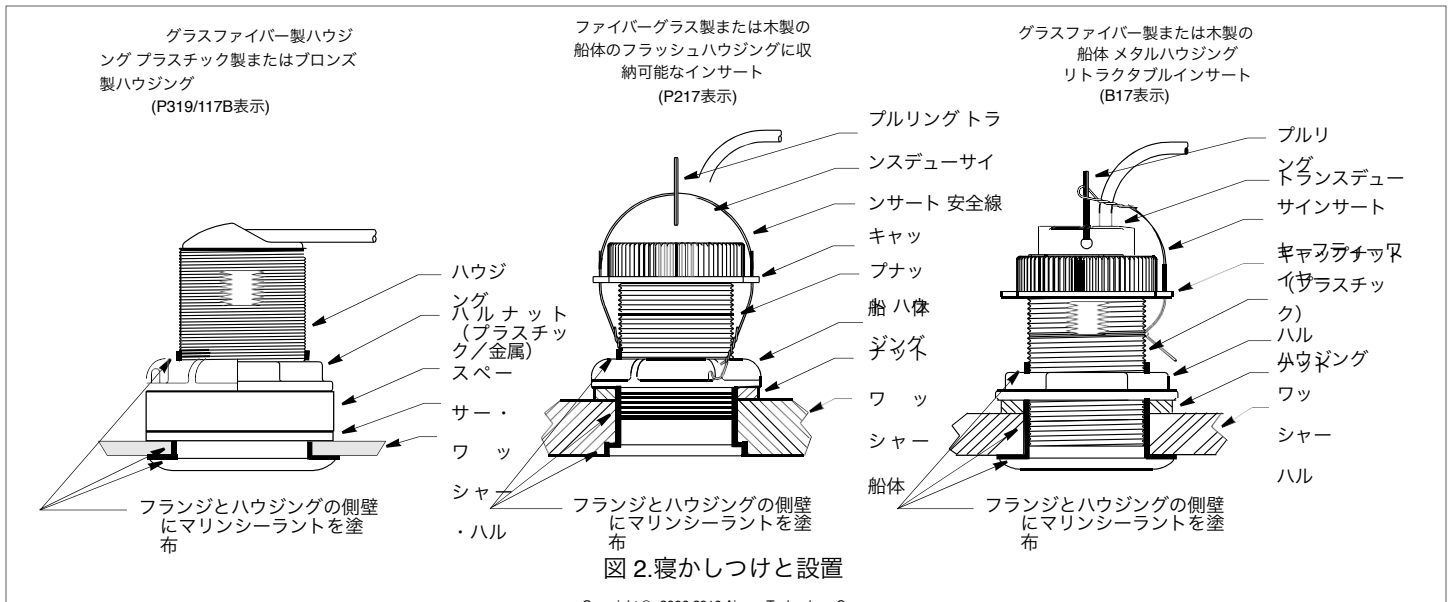

図 2.寝かしつけと設置
フランジの周囲とハウジングの側壁に、2mm（1/16インチ）の厚さのマリンシーラントを塗布します（図2）。シーリング材は、船体、ワッシャー、スペーサー、船体ナットの合計厚さよりも6mm（1/4インチ）高くする必要があります。これにより、船体を密閉し、船体ナットをしっかりと固定するために、ネジ部にマリンシーラントを確保することができます。
- 船体の外側から、ハウジング（必要に応じてケーブルも）をねじりながら取り付け穴に押し込み、余分なマリンシーラントを絞り出します（図2）。
3.万が一、袋ナットが故障したり、ねじ込み方が悪かったりした場合に、インサートが後退しないように、安全ワイヤーを取り付けます (図 2)。
2. 安全ワイヤーを外し、キャップナットを緩めてハウジングからトランスデューサーインサートを取り外します（図2）。